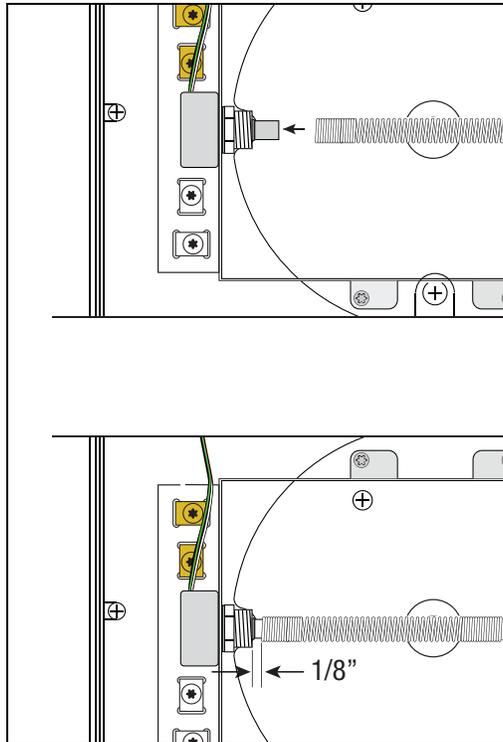

Abbildung 17. Schieben der Encoder-Feder auf den Pulse Encoder-Schaft
15. Biegen Sie die Encoder-Feder vorsichtig über den Encoder-Schaft und schieben Sie das offene Ende der Feder auf den Schaft. Schieben und drehen Sie die Feder auf den Schaft, bis sie ca. 3 mm (1/8") Abstand zum Pulse Encoder hat (Abbildung 17).